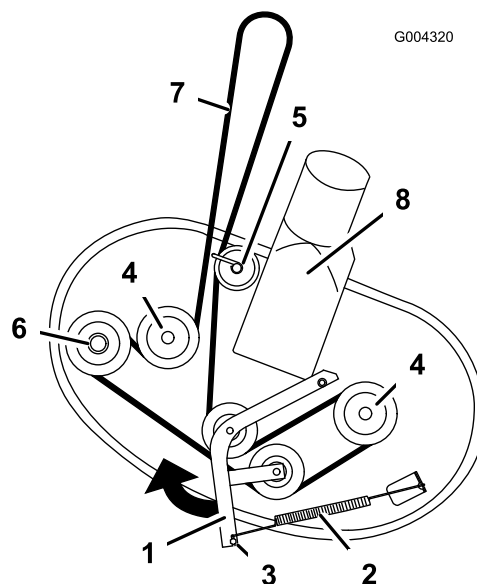

Figure 58
5. Desserrez la fixation du guide-courroie sur la poulie arrière (Figure 58).
6. Tirez le bras de la poulie de tension dans la direction indiquée (Figure 58) et retirez la courroie des poulies.
7. Acheminez la courroie neuve autour des poulies du moteur et du plateau de coupe (Figure 58). Passez la courroie neuve sous le guide-courroie et autour de la poulie arrière.
8. Tirez la poulie de tension dans la direction indiquée à la Figure 58 et acheminez la courroie autour de la poulie de tension et des poulies d'axe (Figure 58).
9. Serrez la fixation du guide-courroie sur la poulie arrière (Figure 58).